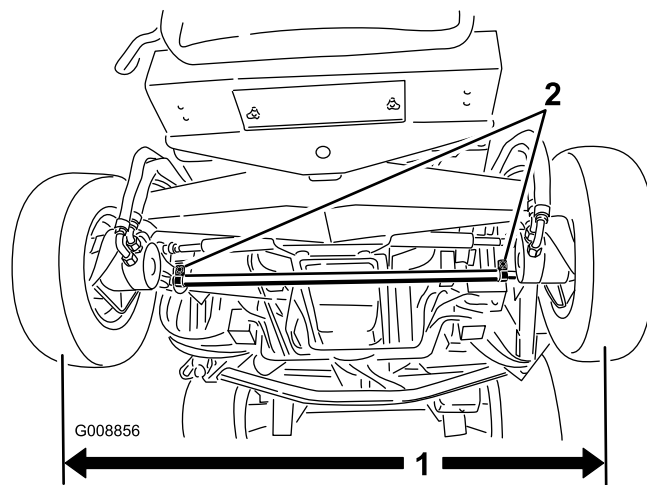

Figure 77
1. Mesurez l'entraxe (à hauteur d'essieu) à l'avant et à l'arrière des roues directrices (Figure 77). Le pincement à l'avant doit être inférieur de 0 à 3 mm au pincement à l'arrière.
2. Pour régler le pincement, desserrez les fixations aux deux extrémités des biellettes (Figure 77).